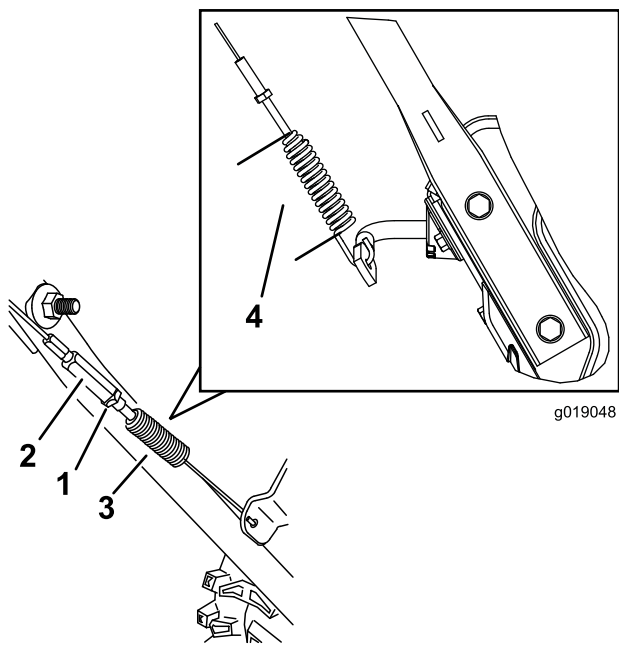

Рисунок 38
- Затяните контргайку (Рисунок 38), убедившись, что имеется небольшое натяжение тросика.